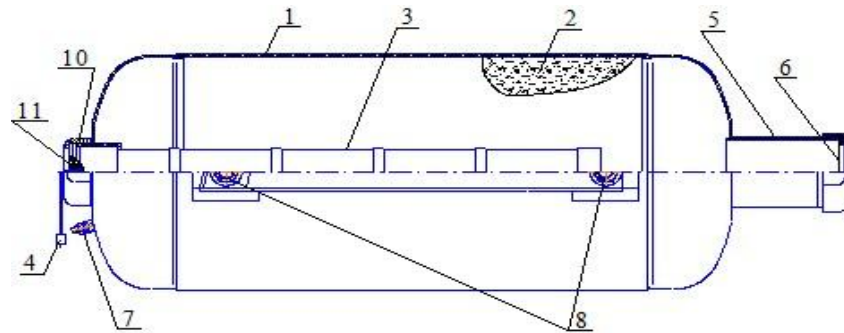
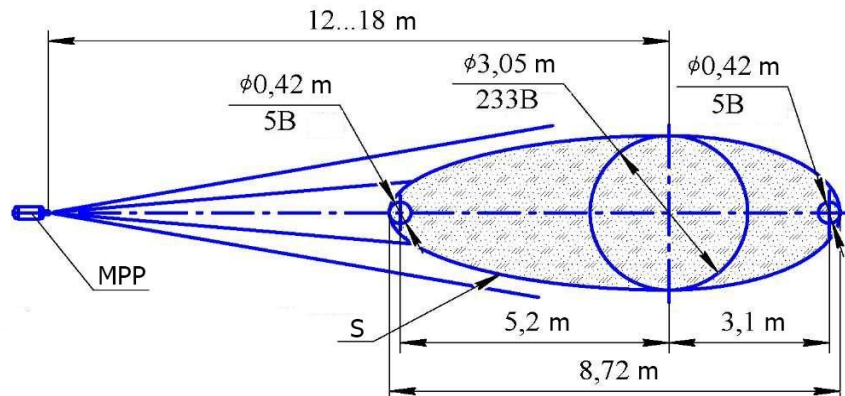

Bild 1
**Bild 3.** Löschwirkung bei Bränden der Klasse A. (oben) und bei Bränden der Klasse B. (unten)
4.1 MPH (Bild 1) besteht aus dem Druckkörper **1**, der folgendes beinhaltet: Löschpulver (HP) **2** und Kaltgasgenerator (GSP) **3** mit Elektrozünder **4**. In der vorderen Seite der Haube befindet sich der Zerstäuber Einsatz **5**, sowie die Ausgangsöffnung, die mit einer Membrane abschließt **6**. Das Modul ist ausgerüstet mit einer Erdungsklemme **7**. Der obere Teil des MPH ist ausgerüstet mit einem Halter **8**.
6.2 Die Aufhängung 8 kann unter der Decke (Bild 1) oder die Aufhängung 9 (Bild 2) kann an der Wand angebracht werden. Bitte markieren Sie die Stellen für die Befestigung der Aufhängung wie auf dem (Bild 3) und an der Wand gem. (Bild 4) dargestellt.